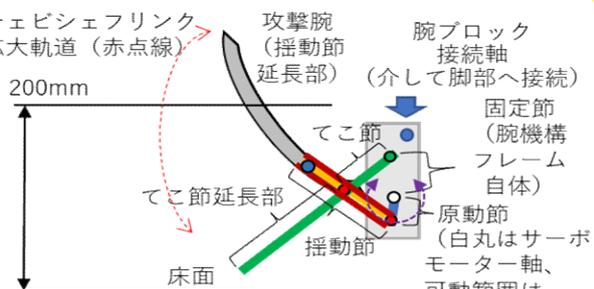

図3. 腕機構図
3. 腕部詳細説明(補足図3も参照)
補足図3 腕リンク機構詳細